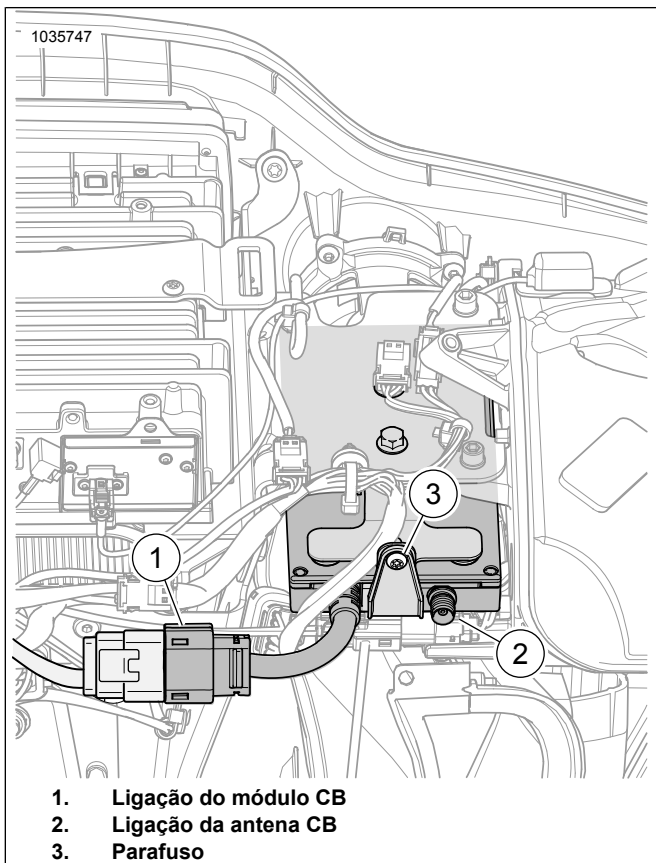

Figura 5. Ligações do chicote da carenagem interior
6. Ver Figura 5 . Ligue a caixa da tomada com 12 entradas ao CB [184] (1).